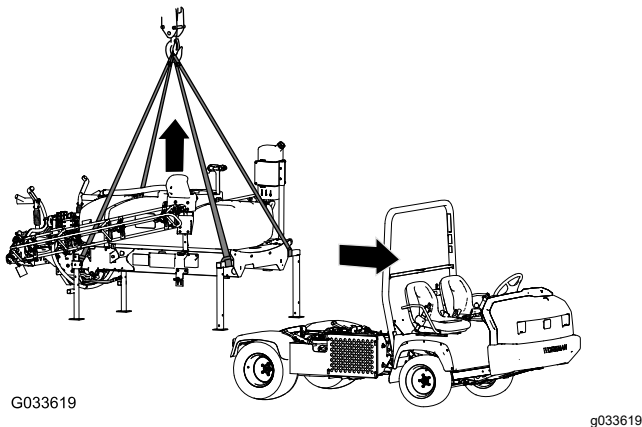

Bild 102
1. Senken Sie die Ausleger auf ca. 45° ab und schwenken Sie sie nach vorne (Bild 102).
5. Befestigen Sie die Hebevorrichtung an den horizontalen Rohren der vorderen Stützböcke und der vertikalen Strebe der hinteren Stützböcke (Bild 102).
7. Heben Sie das Behältergestell so weit an, dass das Gestell nicht die Maschine berührt (Bild 102).